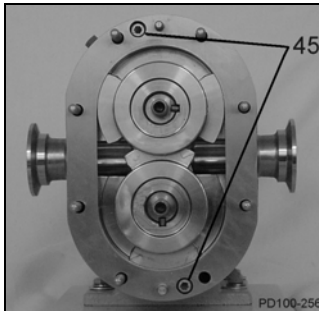

Abbildung 11 - Lage der Inbusschrauben
1. Entfernen Sie die beiden Gehäusebefestigungszylinderschrauben (Abbildung 11, Pos. 45).